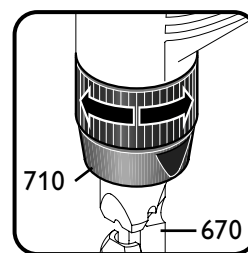
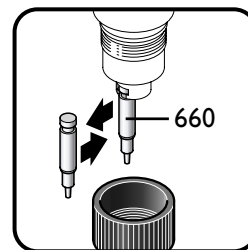
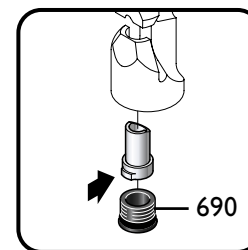

Abb. 1
Abb. 3
Abb. 4
- 5.1 **Réglage de la direction de coupe** (fig. 1 et 2)
- Dévisser l'écrou à raccord (710) de 3 tours environ.
- Tirer le porte-matrice (670) vers le bas.
- 5.2 **Changement du poinçon** (fig. 3)
- Desserrer l'écrou à raccord (710).
- Retirer le porte-matrice (670).
- Changer le poinçon (660).
- Remonter le porte-matrice (670).
- Serrer l'écrou à raccord (710) à fond.
- 5.3 **Changement de la matrice** (fig. 4)
- Dévisser la vis (690).
- Faire sortir la matrice (680) en exerçant une pression et la changer.
- Resserrer la vis (690).